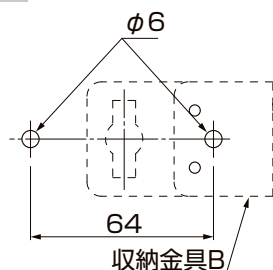
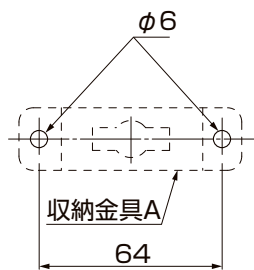

図4-9 600用・レグナス用・1500用の場合
図4-10 マルチスクエアの場合
- ①柱の基礎にφ6の穴をあけてください。(図4-9、図4-10、図4-11 参照)